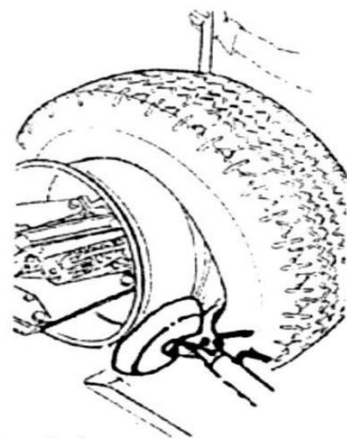

Fig 11
7. Roter hjulet mod uret, indtil dækkets kant er helt frigjort fra fælgen (som vist i Fig. 11).